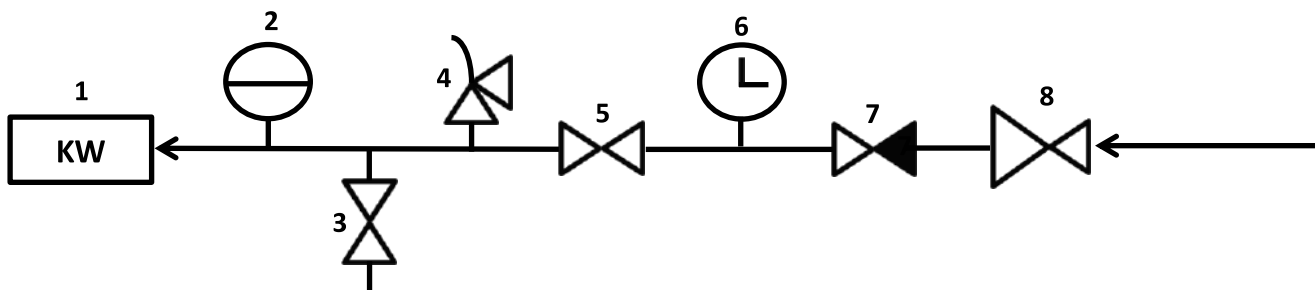

Рис.1.
**5.2** Обязка подключения к системе водоснабжения осуществляется согласно действующим нормам (см. рис.1)